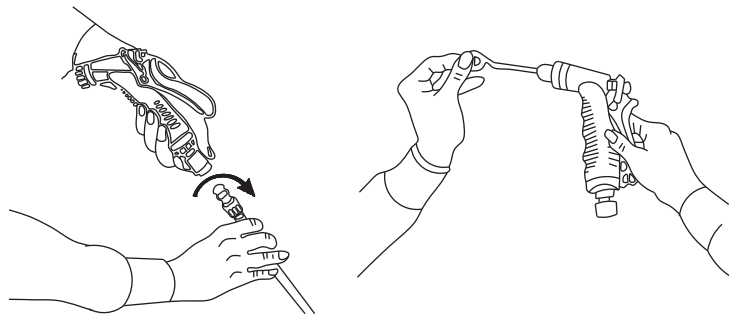

Рис.5
2. **При загрязнении пистолета-распылителя:** Загрязненный распылитель может привести к тому, что рабочее давление будет слишком высоким и вызовет скачок напряжения. Если распылитель загрязнен, выключите устройство, отсоедините распылитель от шланга, прочистите насадку распылителя устройством для чистки. - (рис. 5). Промойте устройство водой, либо продуйте сжатым воздухом. Если давление воды не нормализовалось, повторите всё ещё раз.